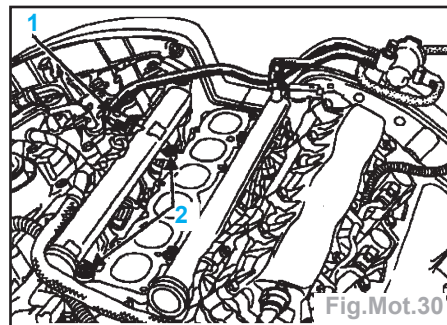

Fig.Mot.30
- Débrancher (Fig.Mot.30) :
- le raccord d'arrivée d'essence (1) de la rampe d'injection,